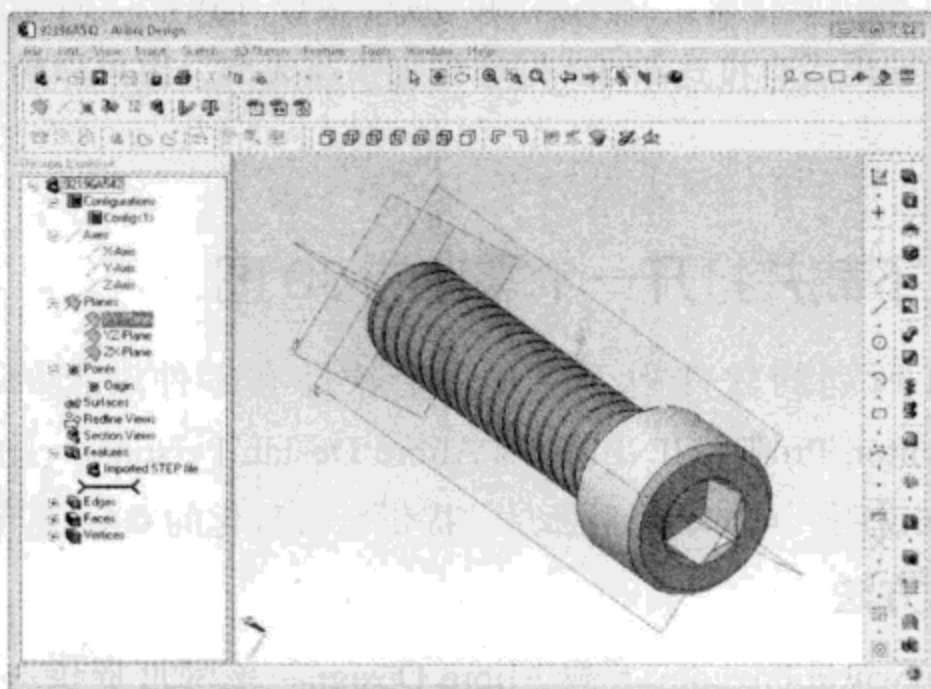

图9.3 将CAD文件导入Alibre Design
(3) 点击 3D 模型图，会出现下拉菜单，显示可以下载的 3D 模型图或 2D 工程图。选择 3D STEP, IGES 或 SAT，下载零件并把它存在你能记得的地方。
(4) 打开 Alibre Design，从菜单栏上选择“File/Import”（文件/导入），找到刚刚下载的文件。在“Import File Options”（导入文件选项框）中打开文件，点击 OK。
(5) 哇！零件的 CAD 图已经出现在屏幕上了，如图 9.3 所示。用“Rotate”旋转按钮进入旋转模式，选择“select Tools / Measurement Tool”（选择工具/测量